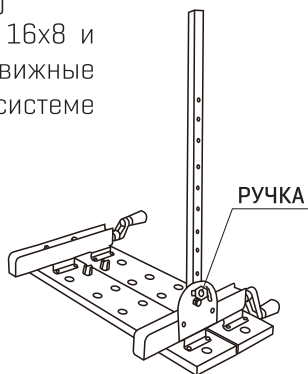

рис.2
- При помощи болтов M8x14мм, шайб 16x8 и гаек M8xP1.2 прикрепите выдвижные вертикальные стойки к зажимной системе рабочего стола. (см. рис.2)